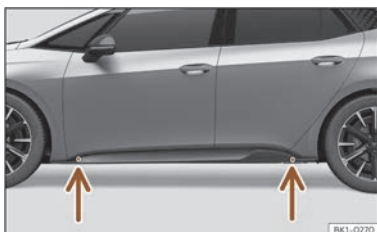

Abb. 212 Aufnahmepunkte für den Wagenheber.
- Suchen Sie am Längsträger die Markierung des Wagenheberaufnahmepunktes (Eindrückung), die dem zu wechselnden Rad am nächsten liegt >>> **(Abb. 212)**.